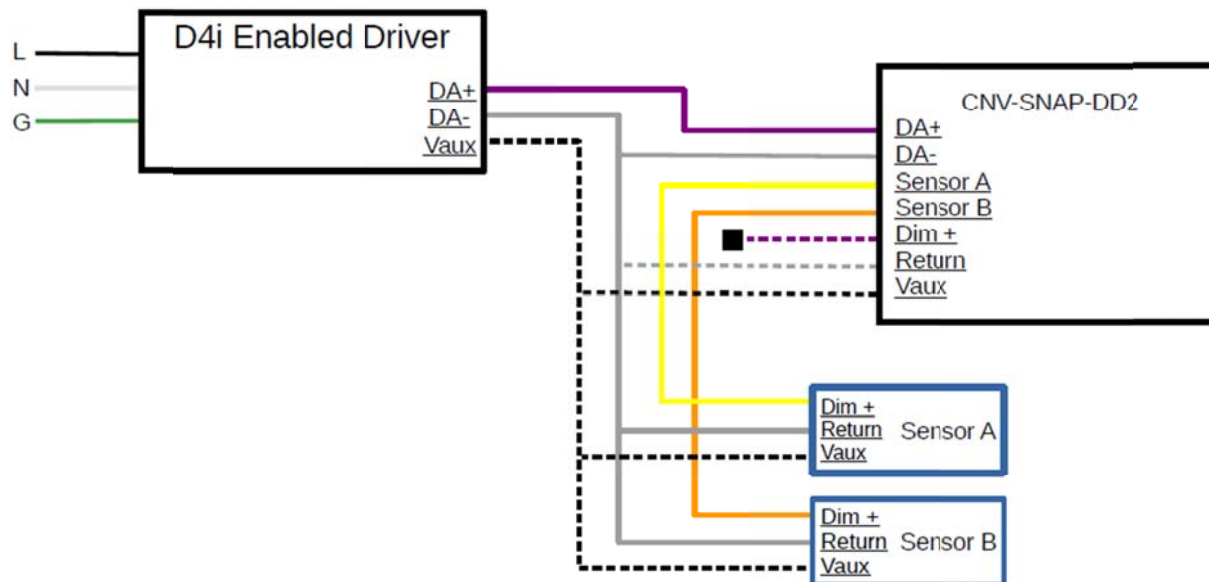

图5 - DALI-2 D4i LED驱动器接线图
- 盖上未使用的(DIM+ = PURPLE/WHITE)。(见图5)